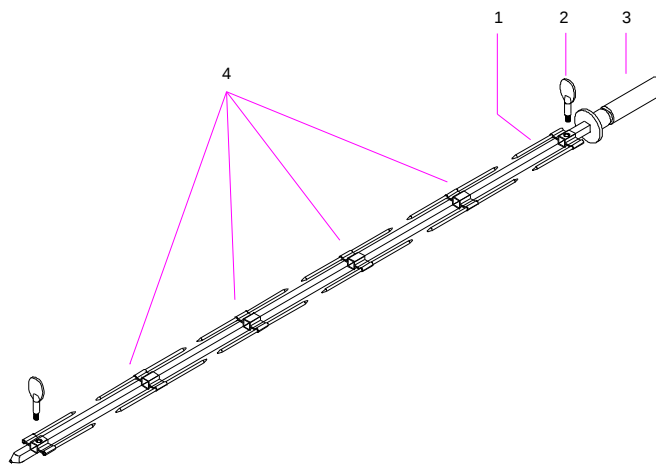

Abbildung 5
- c) Platzieren Sie den einfachen Spieß (1) auf das Schwert (3) bis dieses am erwähnten Schwert aufgelaufen ist und befestigen Sie es mit einer Schraube (2) (siehe Abbildung 5).
- d) Platzieren Sie nun anschließend das zu grillende Hähnchen auf das Schwert und befestigen Sie es am Spieß welches sie vorher platziert haben. Führen Sie nun das Hähnchen auf das Schwert im Doppelspieß (4). Wiederholen Sie diesen Vorgang bis Sie das Schwert beladen haben und platzieren Sie dann zum Schluss nochmals ein Einzelspieß und fixieren Sie es mit einer Schraube am Ende des Schwertes.